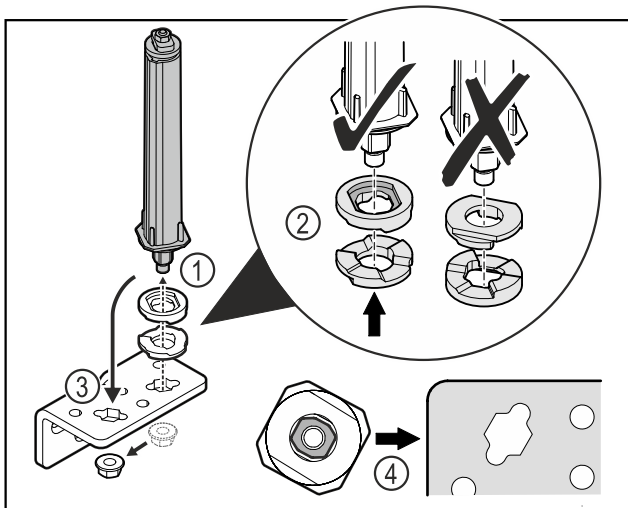

Fig. 36
- ▶ Отпустите гайку и демонтируйте систему закрытия двери Fig. 36 (1).
- ▶ Учитывайте правильность выравнивания шайб для регулировки высоты Fig. 36 (2).
- ▶ Переставьте систему закрытия двери в шарнирном уголке и зафиксируйте гайкой Fig. 36 (3).
- ▶ При установке учитывайте правильность выравнивания системы закрытия двери Fig. 36 (4).